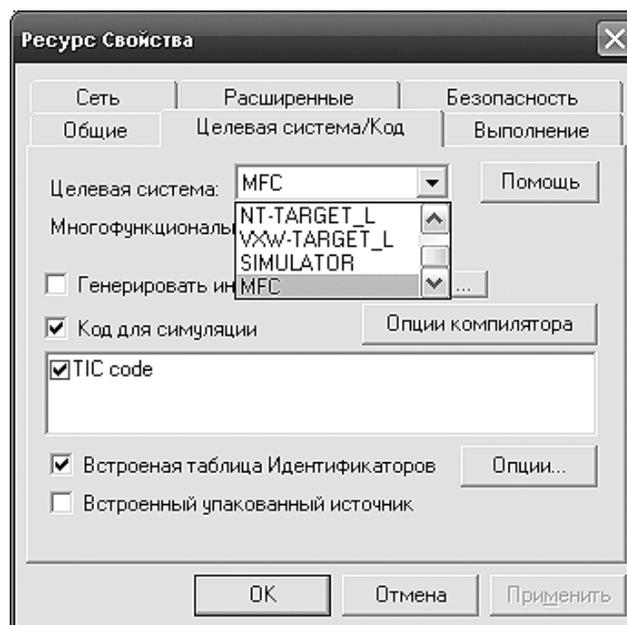

Рисунок 1.2 – Форма свойств ресурса
1.3 В окне свойств ресурса определите в качестве используемой целевой системы **MFC**, укажите режим генерации платформо-независимого кода прикладного проекта (TIC кода). Указание встроенной таблицы идентификаторов (см. рисунок 1.2) является обязательным.